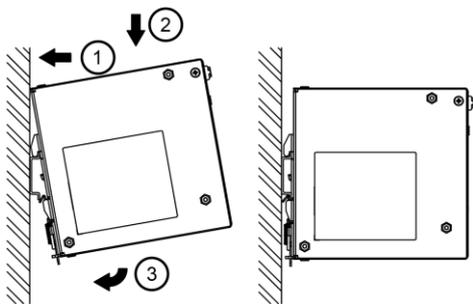

図 3.1 取り付け
1. 本機を上方に傾けて、DIN レールに挿入します。図 3.1 を参考にして、DIN レールにはめ込みます。